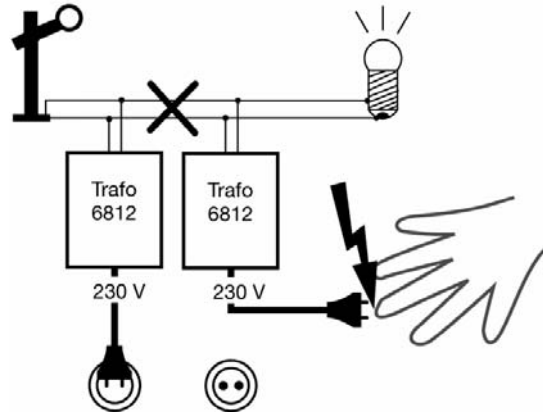

Fig. 3:
Niemals Anschlussklemmen mit der Netzsteckdose verbinden. Niemals mehrere Transformatoren über ihre Ausgangsklemmen miteinander verbinden (Parallelschaltung; Fig. 3). Dies kann dazu führen, daß man mit der Netzspannung von 230 V in Berührung kommt, wenn nur ein Trafo an der Netzsteckdose angeschlossen ist und der Netzstecker eines anderen Trafos in die Hand genommen wird.
**Indication de sécurité :** Les transformateurs FLEISCHMANN répondent aux exigences des normes européennes de sécurité. La sécurité et le fonctionnement sont minutieusement contrôlés avant la livraison par l'usine. Toute détérioration constatée au câble d'alimentation, à la fiche de secteur ou au coffret doit entraîner la mise hors service immédiate du transformateur et la réparation par du personnel qualifié. Le raccordement interne et le contrôle des appareils sont du ressort exclusif d'agents responsables. Ne jamais relier les bornes de raccordement du réseau à une prise du secteur d'alimentation. Ne jamais raccorder plusieurs transformateurs entre eux par leurs bornes de sorties. (Raccordement en parallèle; fig. 3). Ceci engendrerait une tension de 230 V à la fiche de secteur d'un transformateur, alors celle-ci n'est pas enfoncée dans une prise de courant du secteur. Cette tension peut être dangereuse au toucher. Start-Sets: Le transfo inclus n'est cependant pas un jouet, mais il est indispensable pour fournir l'énergie électrique. Utilisez uniquement le transfo d'origine se trouvant dans la boîte.
**Security comment:** FLEISCHMANN transformers conform to the European Safety Standards, and are thoroughly tested for both safety and operation before leaving the factory. If damage should occur to the mains connecting wire, plug or the housing, then the transformer should not be used until the damage has been examined and repaired by a qualified electrician. The connection and supervision of the equipment remains the responsibility of the supervising person. Never connect the connecting clips with the mains socket. Never connect more than one transformer together by their output terminals. (Parallel switching; fig. 3). If connected in this way, with only one transformer connected into the mains socket and the plug of another transformer held in the hand, it can happen that one can come into contact with the mains voltage of 230 volts.
**Belangrijk:** FLEISCHMANN transformatoren voldoen aan de Europese veiligheidsnormen en worden voor het verlaten van de fabriek op werking en veiligheid getest. Indien men onverhoopt beschadigingen aan het aansluitsnoer, de stekker of het trafohuis constateert, wordt men verzocht de trafo niet verder te gebruiken totdat deze schade vakkundig verholpen is. Het is niet aan te bevelen dat volwassenen de trafo's, die door kinderen gebruikt worden, regelmatig controleren. De aansluitklemmen nooit met het stopcontact verbinden. Nooit meerdere transformatoren via de uitgangsklemmen met elkaar verbinden (parallel schakeling; fig. 3). Dit kan namelijk tot gevolg hebben, dat men met 230 Volt in aanraking komt op moment dat slechts een trafo op het stopcontact aangesloten is, terwijl men tegelijkertijd de stekker van de andere trafo vastpakt. Start-Sets: De bijgesloten transfo is echter geen speelgoed, maar een stroomverzorgingsapparaat. Alleen de meegeleverde trafo gebruiken.
No unir nunca el borne de conexión blanco con el borne de conexión blanco ó el borne de conexión negro con el borne de conexión negro, de dos ó más transformadores entre si. (conexión parslela – vea ilustración 3). Ello puede llevar a que se entre en contacto con la tensión de la red de 230 voltios, cuando solo un transformador está enohufado a la red y la conexión a la red del otro transformador se toma con la mano.